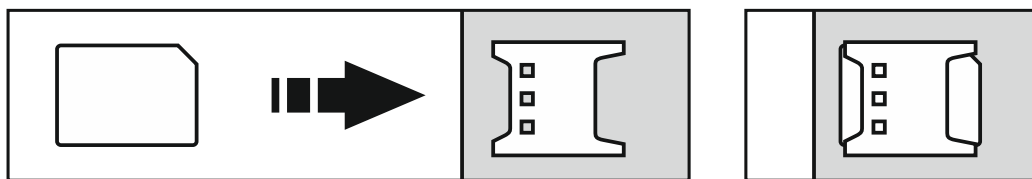

Fig. 8. Mode d'installation de la carte nano-SIM.
2. Installez la / les carte/s SIM (fig. 8).